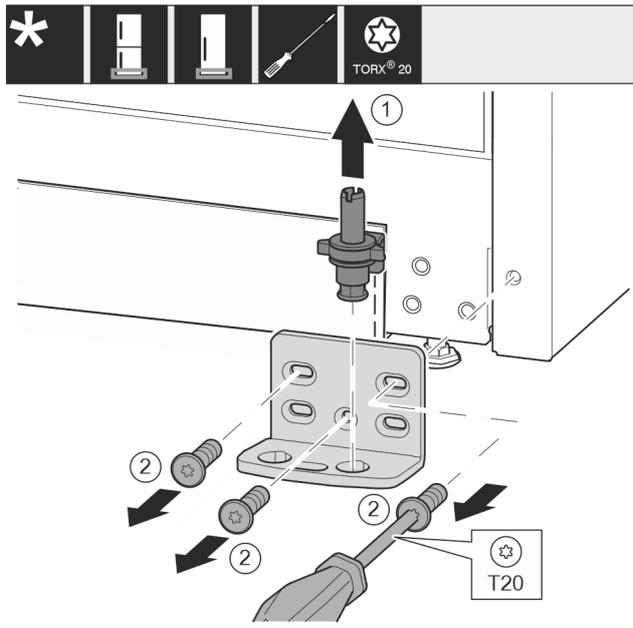

Fig. 15
- ▶ Sortir complètement l'axe de palier par le haut. Fig. 15 (1)
- ▶ Desserrer les vis avec le tournevis T20 et enlever le support de palier. Fig. 15 (2)